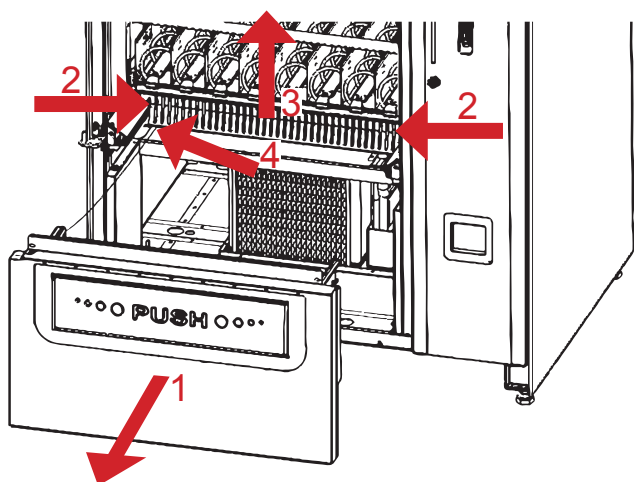

Рисунок 16 - Снятие лотка выдачи
6. аккуратно вытащите лоток на себя (см.рис.16, поз.1);
7. ослабьте крепление винтов (см.рис.16, поз.2), подайте вверх и снимите кожух (см.рис.16, поз.3);
8. отсоедините провод заземления лотка от корпуса автомата в месте крепления клеммы заземления (см.рис.16, поз.4);
13. подсоедините клемму заземления лотка к шпильке на корпусе автомата (см.рис.16, поз.4);
14. установите на место кожух (см.рис.16, поз.3) и закрепите его винтами (см.рис.16, поз.2);